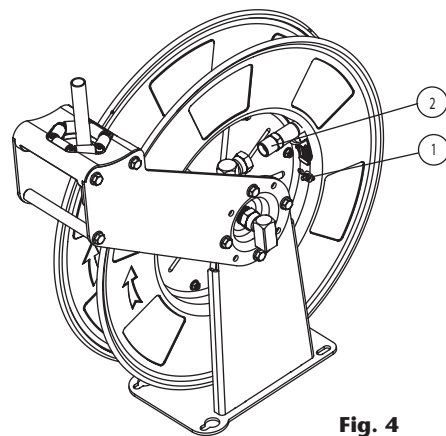

Fig. 4
2. Schließen Sie den neuen Schlauch an das Drehgelenk (2) (Fig. 4) an. Stellen Sie sicher, dass der Schlauch auf dem Plastikteil aufliegt und drücken Sie den Schlauch fest auf die Spule mit Hilfe des P-Clips (1). Es wird nicht empfohlen, viel Kraft auf das Drehgelenk auszuüben, aus diesem Grund muss der Schlauch entspannt bleiben zwischen P-Clip und Drehgelenk und eine leichte Kurve aufzeigen.
2. Entfernen Sie der P-Clips (1) (Fig. 4) und trennen Sie den Schlauch vom Drehgelenk (2) (fig. 4).
4. Schließen Sie den neuen Schlauch an das Drehgelenk (2) (Fig. 4) an. Stellen Sie sicher, dass der Schlauch auf dem Plastikteil aufliegt und drücken Sie den Schlauch fest auf die Spule mit Hilfe des P-Clips (1). Es wird nicht empfohlen, viel Kraft auf das Drehgelenk auszuüben, aus diesem Grund muss der Schlauch entspannt bleiben zwischen P-Clip und Drehgelenk und eine leichte Kurve aufzeigen.